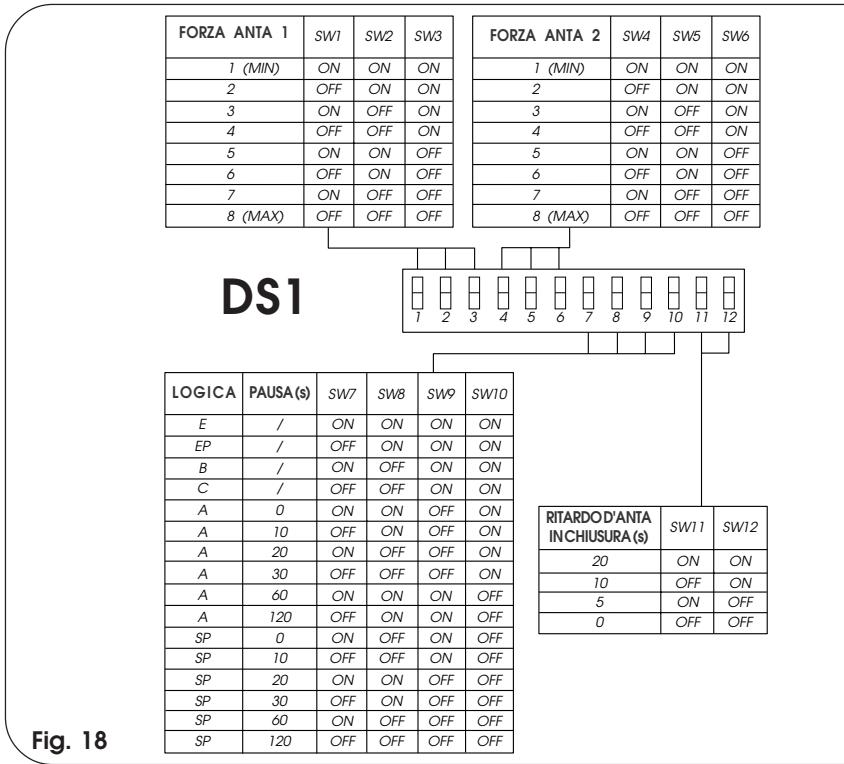
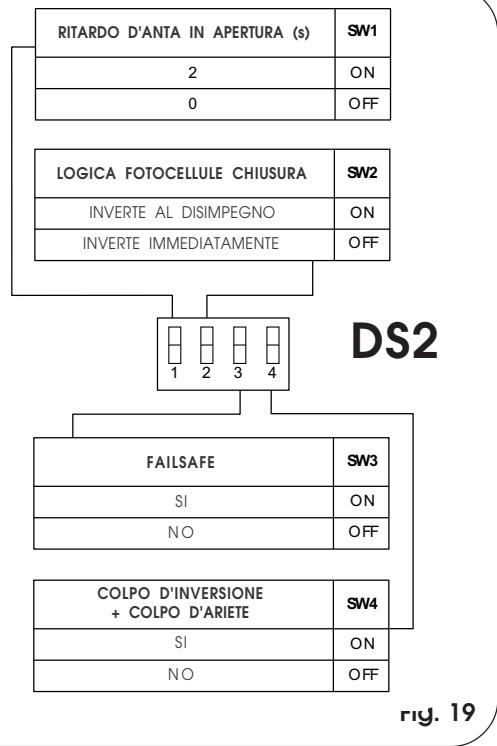

Fig. 18
Fig. 19
L'apparecchiatura è dotata di due gruppi di microinterruttori DS1 (fig. 18) e DS2 (fig. 19) che permettono di programmare i parametri di funzionamento del cancello.
5.1. MICROINTERRUTTORI DS1 (fig. 18)
5.2. MICROINTERRUTTORI DS2 (fig. 19)